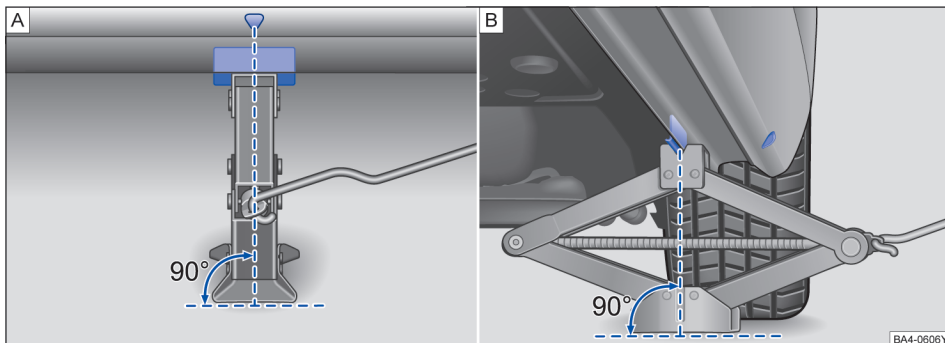
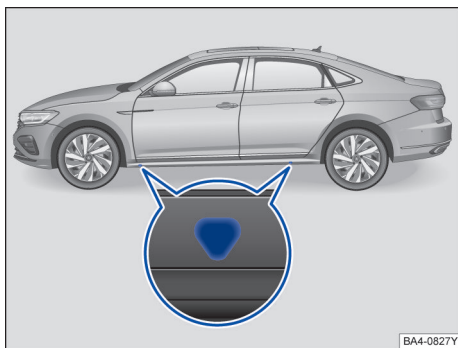

图 208 将千斤顶放在汽车左右侧
图 209 汽车千斤顶的支撑点
汽车千斤顶只允许放置在图示支撑点（车身上的标记）处→图 209 或 →图 208。在每个车轮旁都有相应的支撑点 →⚠️。
5. 在车身底部下方找到离更换的车轮侧的千斤顶支撑点→图 209。